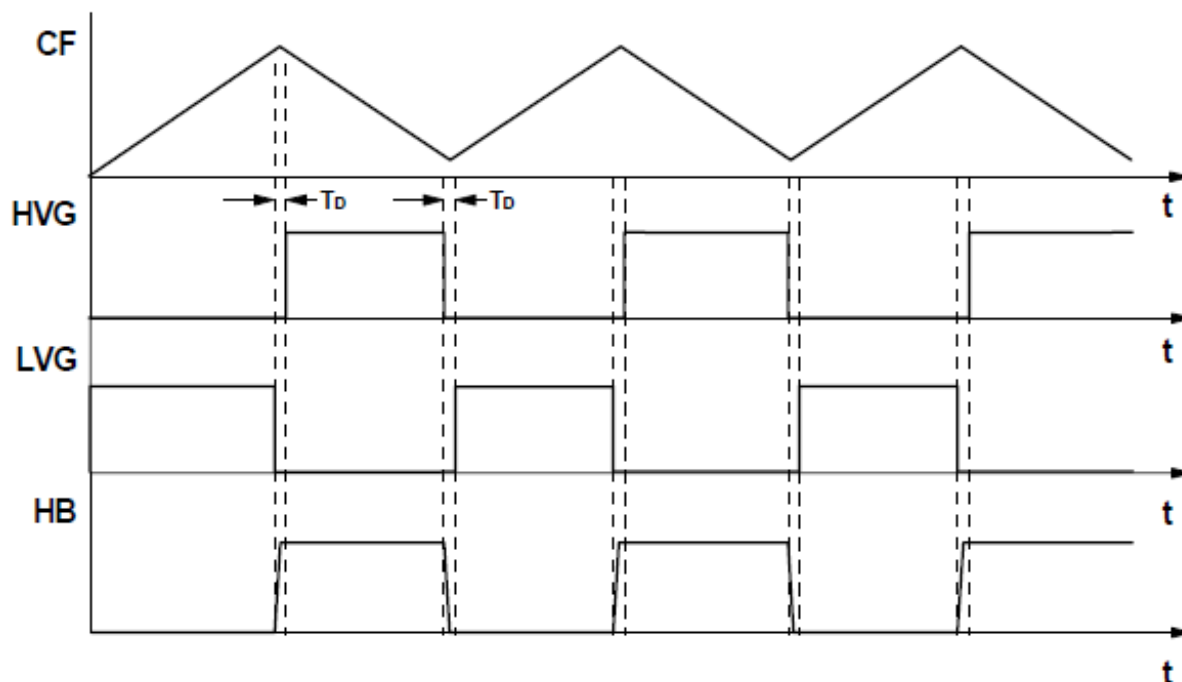

图 8-3 振荡器波形与栅驱动信号的关系
在图 8-3 中，振荡器波形与栅极驱动之间的时序关系示出了信号，以及半桥支路 (HB) 的摆动节点。注意，当振荡器的三角波向上倾斜时，低边栅极驱动器打开，而当三角波向下倾斜时，高侧栅极驱动器打开。这样，在启动时，或者当 IC 在突发模式操作期间恢复切换时，低侧 MOSFET 将首先接通，并对自举电容器充电。因此，自举电容将始终充电并准备为高端浮动驱动器供电。